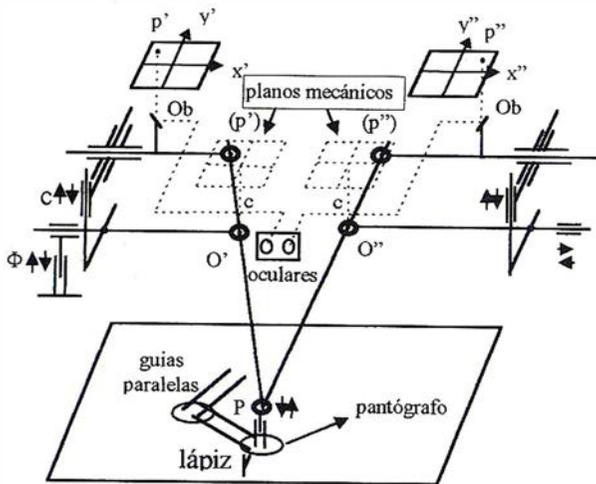
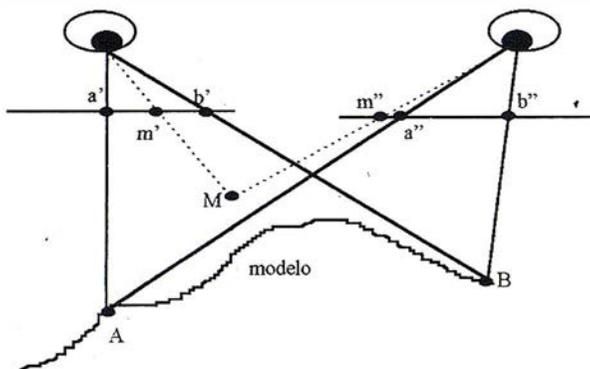
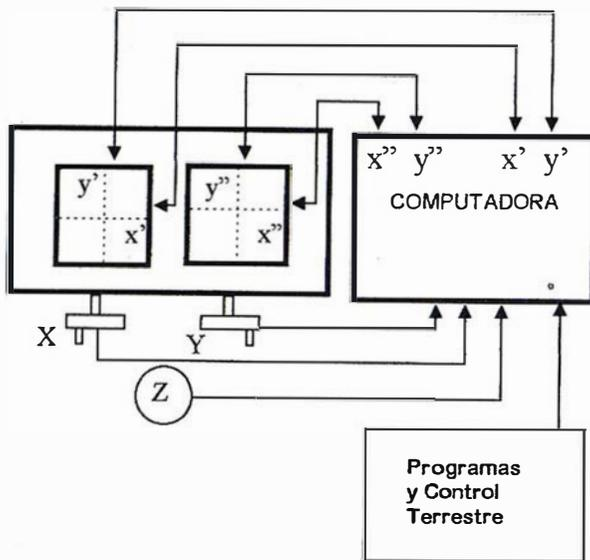

Fig. 5: Restituidor Mecánico (preparada en base a [6])
Fig. 6: Visión Estereoscópica y Marca Medidora en un Restituidor Mecánico
Fig. 7: Restituidor Analítico
La fig. 5 muestra un Restituidor de proyección mecánica, en el cual los rayos ópticos son reemplazados por varillas mecánicas, obteniéndose el punto del modelo como intersección de esas varillas.
denominan “puntos mecánicos”, o “puntos artificiales”, de las fotografías. Los puntos O' y O'' , son articulaciones cardánicas fijas. Por lo tanto, si O' y O'' están a una distancia c (distancia principal) de los planos mecánicos, las varillas que pasan por (p') y O' , y por (p'') y O'' , tomarán las mismas posiciones que tomarían los rayos ópticos en caso de encontrarse las fotografías en las posiciones de los planos mecánicos y las lentes en la posición de las articulaciones cardánicas O' y O'' . En la fig. 5 también se indica la posibilidad mecánica de cambiar el valor de la distancia principal c . El punto de intersección P de las varillas será, entonces, el punto del modelo buscado. Para no complicar la figura, ambos fotogramas se muestran completamente horizontales, pero, naturalmente, ellos pueden tomar posiciones inclinadas dentro de los rangos de las inclinaciones habituales. Es posible introducir los ángulos ω , ϕ , κ de la orientación relativa y Ω , Φ de la orientación absoluta. De éstos, en la figura sólo aparece la posibilidad de Φ . Como ya se mencionó, los planos mecánicos serán siempre paralelos a los de los fotogramas. La realización mecánica del punto de intersección de las dos varillas es tal que punto P puede moverse horizontalmente y verticalmente. En cualquier otro punto, cuyos movimientos fueran los mismos que experimenta el punto P , se podría ubicar el lápiz que se muestra en la figura, el cual servirá para graficar la posición de un punto en
En la fig. 6 se muestra lo que observa el operador a través de los oculares. Las zonas observadas son homólogas. Por lo tanto, será posible la visión estereoscópica indirecta, y al observar simultáneamente las imágenes a' , a'' , al observador le parecerá que observa un solo punto A en un espacio tridimensional. Las imágenes b' , b'' , provocarán la impresión de que se trata de un solo punto B , y lo mismo ocurrirá con todas las imágenes homólogas de los puntos del modelo entre A y B . Así, el operador percibirá una superficie continua de un modelo del terreno en sus tres dimensiones. En los caminos ópticos de ambos sistemas de observación se intercalan marcas, en una posición tal que ellas resultan nítidamente proyectadas sobre las imágenes. El observador percibirá esas marcas como m' , m'' , las cuales, al igual de lo que ocurre con a' , a'' y b' , b'' , serán fusionadas en una sola marca M que, en el caso de la fig. 6, aparecerá “flotando” encima del “terreno”, razón por la cual se la denomina en buena parte de la literatura “marca flotante”. Se puede apreciar también, que al variar la separación entre m' y m'' , la marca M sube o baja, y que cuando m' , m'' , están suficientemente alejadas, la marca M podrá ser observada como “hundida” en el “terreno”. Además, si las marcas m' , m'' , se mueven en idénticas cantidades, la marca resultante M aparece como moviéndose en un plano horizontal. De esta manera resulta fácil comprender que el observador podrá desplazar horizontalmente y verticalmente la marca M en relación al modelo estereoscópico del terreno y que, si lo desea, podrá posar la marca flotante en el punto o detalle que le interesa. Así, cuando el operador perciba que la marca M se ha posado sobre el punto A del modelo, podrá estar seguro de que la marca m' coincide con a' , y que la marca m'' coincide con a'' . Con esto se tiene una posibilidad muy importante de bisectar puntos homólogos con las marcas m' , m'' en ambos fotogramas, sin que sea necesario transferir un punto de una fotografía a la otra, algo que sería engorroso y muchas veces imposible en terrenos sin suficientes puntos claramente identificables. Bastará, simplemente, con posar la marca flotante sobre el punto que interesa medir para estar seguro de que las marcas m' y m'' están en detalles homólogos. Este es el gran aporte de la visión estereoscópica y del principio de la marca flotante al proceso de medición en la Fotogrametría, que vino a superar el viejo e incómodo problema que se planteaba en procedimientos fotogramétricos de principios del siglo con la identificación de puntos homólogos en ambos fotogramas.
una determinada posición de las varillas espaciales que fijan la posición del punto P del modelo geométrico que representa el terreno (fig. 5), y suponiendo que se ha efectuado al menos la orientación relativa, el operador percibirá un modelo estereoscópico frente a sus ojos que será totalmente subjetivo (fig. 6). Según sean las posiciones de las marcas m' y m'' , la marca flotante M se observará, en general, “flotando” o “hundida”, como ya se mencionó. Moviendo horizontalmente, y en forma manual, el punto P del modelo (fig. 5), las varillas espaciales mueven los puntos mecánicos y, junto con ellos los sistemas de observación; entonces, las marcas m' y m'' se mueven en idénticas cantidades, y con esto, la marca flotante, que parece moverse horizontalmente en el modelo estereoscópico, es llevada a la zona que interesa. Allí, subiendo y bajando el punto P del modelo geométrico, las varillas harán que los puntos mecánicos (p') y (p'') se abran o cierren, al igual que los sistemas de observación, y las marcas m' y m'' , con lo cual el operador percibirá en el modelo estereoscópico que la marca flotante sube o baja y podrá posarla en el “terreno” en el punto que le interese medir. En esta situación, por lo explicado anteriormente, los puntos del fotograma observados serán homólogos y lo mismo ocurrirá con los puntos mecánicos (p') y (p''). Entonces las varillas espaciales asumirán la posición correcta y su intersección fijará la posición del punto P del modelo geométrico.
estos últimos. Sin embargo, el empleo de los Restituidores Analógicos ha continuado hasta el presente, aunque con una modalidad de trabajo que incluye la computación, puesto que los movimientos en las tres coordenadas del punto del modelo (punto P de la fig. 5) son captados por sensores e ingresados a una computadora.
El principio del funcionamiento de un Restituidor Analítico se muestra en la fig. 7. Al comenzar, el instrumento trabaja en el modo Estereocomparador. Los valores de las coordenadas de fotograma, x',y',x'',y'' , fluyen hacia la computadora. El operador bisecta estereoscópicamente (Fig. 6) los puntos que empleará para la Orientación Relativa y para la Absoluta. Con las coordenadas de esos puntos, y con los valores de las coordenadas de campo de los puntos de control, la computadora calcula los 12 parámetros de las orientaciones mencionadas (5 para la orientación relativa y 7 para la orientación absoluta). Una vez concluida esta etapa, el instrumento pasa a trabajar en el modo Modelo. En esta modalidad, el operador ingresa a la computadora una terna de valores X,Y,Z , de coordenadas de terreno. Con los 12 parámetros de las orientaciones exteriores calculados previamente, la computadora calcula los valores x',y',x'',y'' , por medio de las ecuaciones de colinealidad (1). Servomotores actúan de manera casi instantánea (tiempo real) y guían las marcas medidoras de los sistemas de observación a los puntos correspondientes a esas coordenadas. De esta manera, mediante el cálculo de las coordenadas de fotograma y la acción de los servomotores, operaciones éstas que se repiten varias veces por segundo, se establece una correspondencia entre la terna X,Y,Z , de las coordenadas del terreno de un punto y los dos pares de las coordenadas x',y',x'',y'' , de los puntos homólogos correspondientes a las imágenes de dicho punto. El resultado de esta operación es idéntico al obtenido en el restituidor analógico de proyección mecánica descripto previamente (Fig. 5). En aquel caso, la correspondencia entre la terna de las coordenadas del terreno y los dos pares de coordenadas de fotogramas se obtenía a través del sistema mecánico formado por varillas y articulaciones cardánicas. En el Restituidor Analítico, la correspondencia se establece, en cambio, a través de un proceso analítico. En el trazado del mapa, el operador trabaja de la misma manera en ambos casos empleando la visión estereoscópica (Fig. 6).
Para algunos autores [3], “un restituidor digital no difiere demasiado de un restituidor analítico”, puesto que trabaja “..... de una manera completamente similar a aquella en que imágenes en film son usadas en un restituidor analítico, i.e. como fuente primaria para generar pares de coordenadas de fotograma, información que adecuadamente procesada permite obtener las tres coordenadas de un punto en el espacio”. En general, las imágenes homólogas en la pantalla son observadas estereoscópicamente por medio de algún artificio, y el operador posa la marca flotante sobre el terreno de la manera descrita en uno de los casos anteriores (fig. 6). A diferencia de lo que ocurre en el restituidor analítico, en el restituidor digital no son necesarios los servomecanismos para mover las imágenes. Ellas desaparecen y se generan muy rápidamente en la pantalla en las posiciones correctas. Al no ser necesarios dispositivos mecánicos, la restitución no introducirá errores, y la precisión dependerá solamente de los datos ingresados. Sin embargo, como todavía en la Fotogrametría Digital para fines cartográficos las imágenes son digitalizadas por medio de “scanners”, “el problema de la precisión cambia del estereorestituidor al scanner” [3].